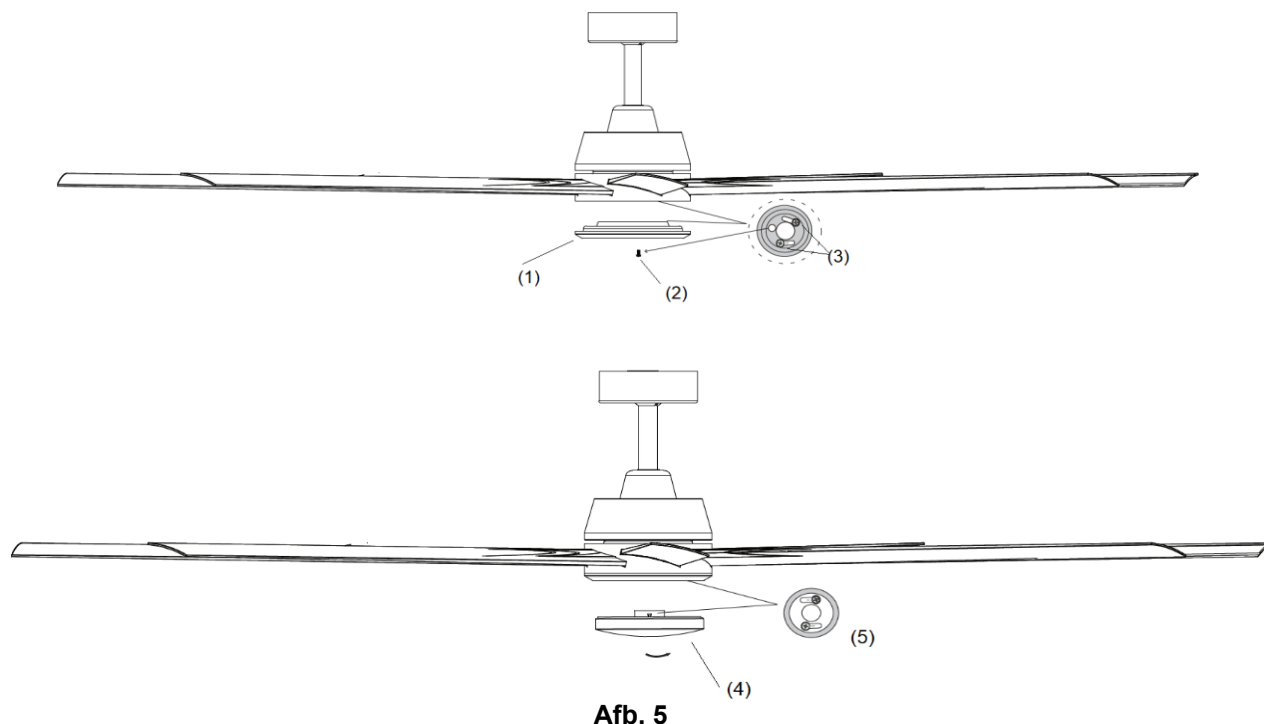

Afb. 4
**INSTALLATIE VAN DE BLADEN (Afb. 4)**